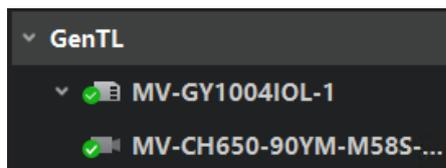
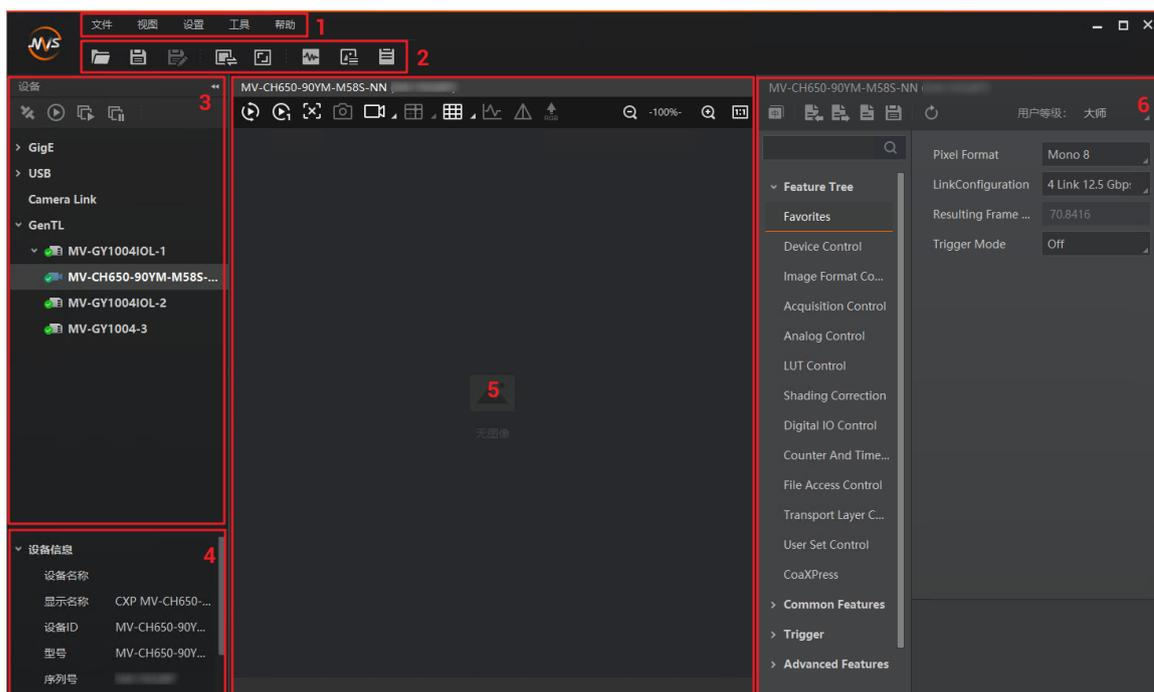

图6-7 枚举采集卡下的相机
图6-8 MVS 主界面
3. 单击 连接采集卡，客户端自动枚举并连接该采集卡下的 CoaXPress 工业相机，如图 6-7 所示，MVS 客户端界面如图 6-8 所示。